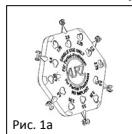
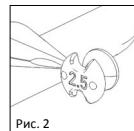

Рис. 1a
Рис. 2
■ Рис.1a, 1b/2 Регулировочный диск (Рис. 1a, 1b) для частичных протезов имеет шесть индивидуальных регулировочных приспособлений типа звездочки (2,0-4,5 мм). Соответствующая длина нанесена на задней стороне каждого регулировочного приспособления (Рис. 2). Вырезы и отверстия выполнены так, чтобы уменьшить вес и обеспечить четкое видение во время проведения измерений в среднем ухе.